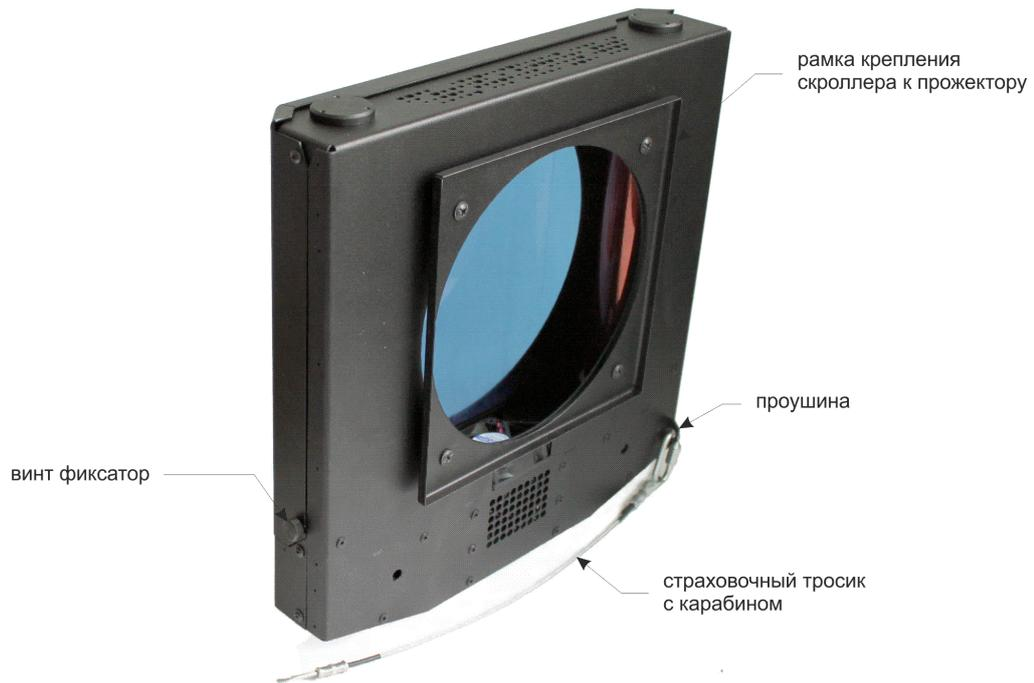

Рис. 1 - Внешний вид скроллера со стороны крепления
- Скроллер фиксируется на прожекторе при помощи рамки (см. рис. 1), расположенной на тыльной стороне. Размер рамки должен соответствовать типу светильника.
- После установки скроллера на прожектор обязательно нужно присоединить страховочный тросик к проушине (см. рис. 1). Защёлку-карабин на другом конце тросика надо соединить с аналогичной проушиной на прожекторе, для обеспечения безопасной работы.